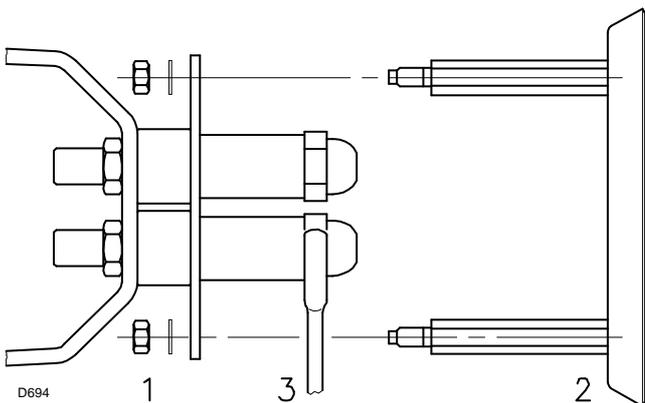

Abb. 12
- Die Muttern 1) (Abb. 12) und die Scheibe 2) abnehmen.
- Die Düsen mit dem Schlüssel 3) (Abb. 12) austauschen.